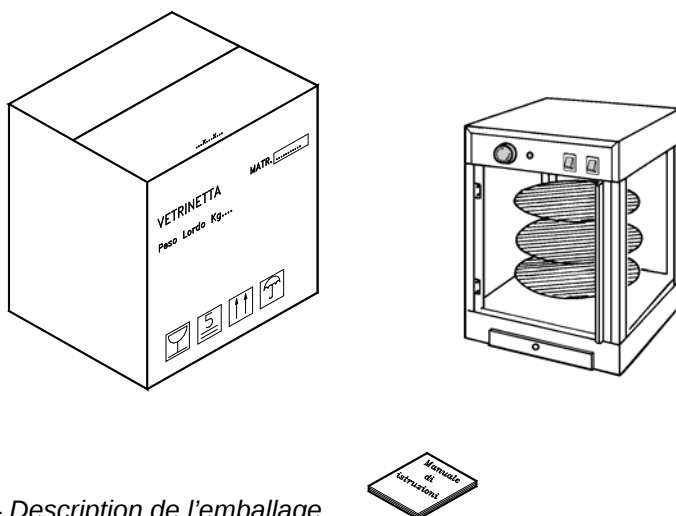

Fig.3 - Description de l'emballage.
3.1 - EXPÉDITION DE L'APPAREIL (voir FIG.3)